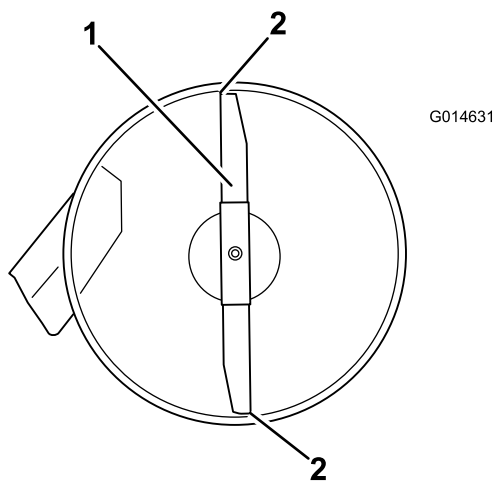
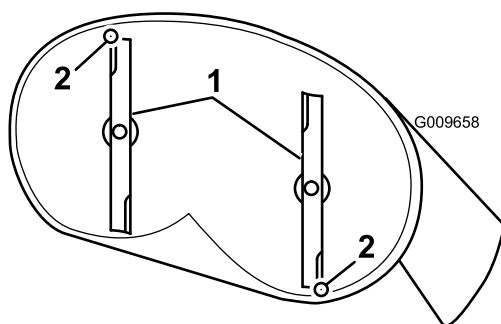

Figure 54
Figure 55
4. Faites pivoter les lames avec précaution pour faire passer les pointes avant à l'arrière (Figure 54 ou Figure 55).
5. Mesurez la distance entre la pointe de la lame avant et la pointe de la lame arrière par rapport à la surface plane (Figure 55). Si la pointe avant de la lame n'est pas de 1,6 à 7,9 mm (1/16 à 5/16") plus basse que la pointe arrière, réglez le contre-écrou avant.
8. Une fois le réglage effectué, vérifiez à nouveau l'inclinaison avant/arrière des lames. Poursuivez le réglage de l'écrou jusqu'à ce que la pointe avant de lame soit de 1,6 à 7,9 mm (1/16 à 5/16") plus bas que la pointe arrière (Figure 55).